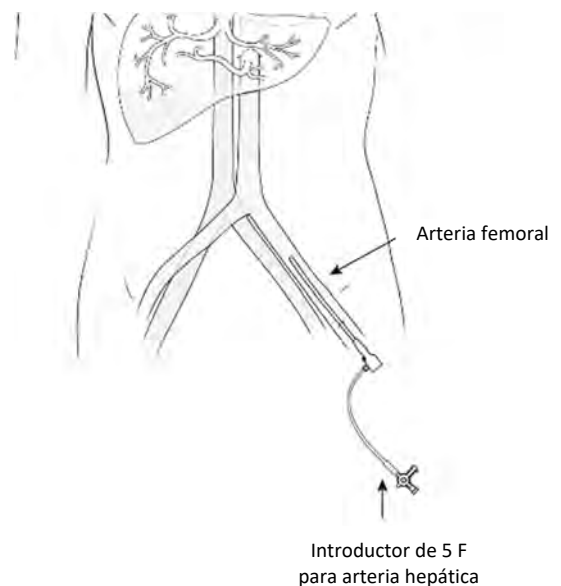

Figura 23
- (a) Usando la técnica de punción de Seldinger y técnicas estándar arteriográficas y fluoroscópicas, coloque el manguito introductor de 5 F en la arteria femoral; véase la figura 23. Se requiere el uso de la guía ecográfica y una sola punción de la pared anterior de la arteria femoral sobre la cabeza femoral a fin de asegurar la capacidad de compresión de la arteria cuando se retira el manguito. Si se produce una punción suprainguinal inadvertidamente, el procedimiento debe suspenderse y aplazarse a una fecha posterior.